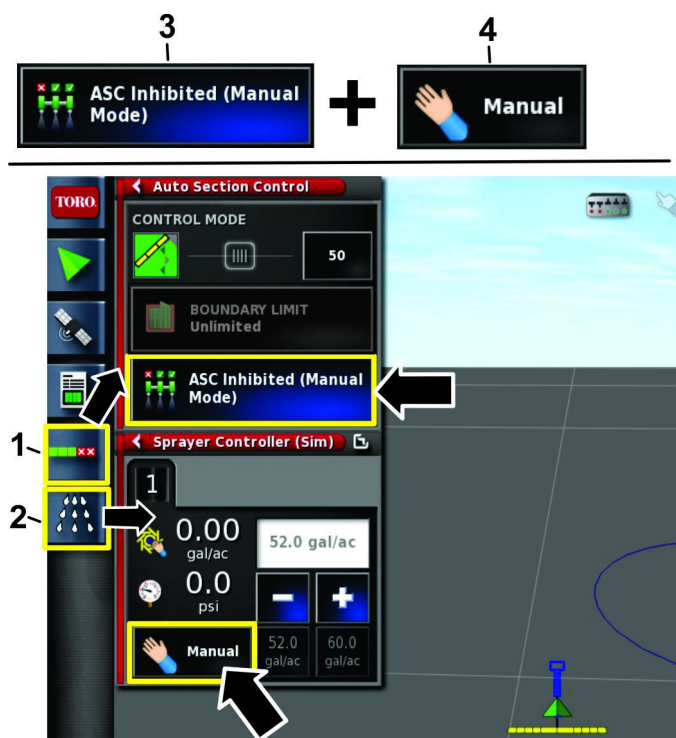

Figura 25
1. Selezionate l'icona configurazione controllo automatico delle sezioni e l'icona di controllo dell'irroratrice (Figura 25).
2. Selezionate il controllo del volume sulla posizione MANUALE (Figura 25).